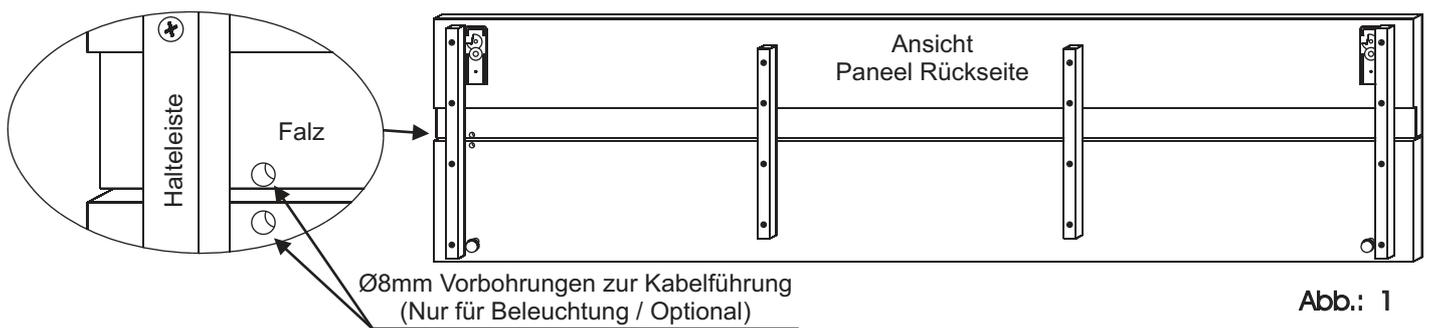

Abb.: 1
- Falls Sie eine Beleuchtung bestellt haben (optional), müssen Sie zunächst die Ø8 Vorbohrungen zur Kabelführung vorsichtig durchbohren. Die beiden Bohrungen befinden sich auf der Rückseite des Paneels. Um Ausrisse beim Bohren zu vermeiden, verwenden Sie auf der Vorderseite eine entsprechende Zulage. (Abb. 1)